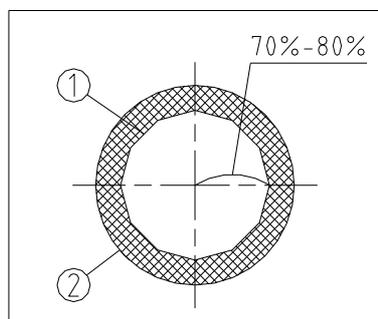
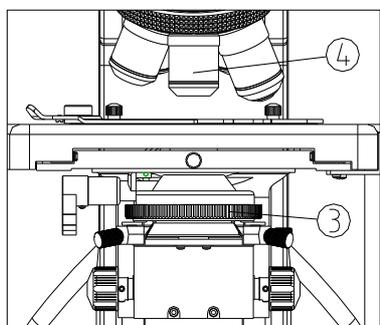
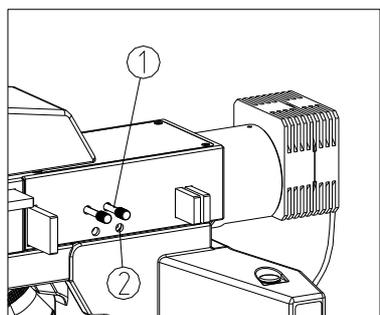

图 29
图 30
图 31
通过调节孔径光阑调节环③来控制孔径光阑的大小。必要时，取下目镜，从目镜筒中观察，调节孔径光阑调节环③，直到见到如图 29 所示的图像，来调节比例。(如图 29、图 30，图 29 中①是指孔径光阑图像，②是指物镜外缘)
如图 29 所示的图像，来调节比例。（如图 29，图 31）